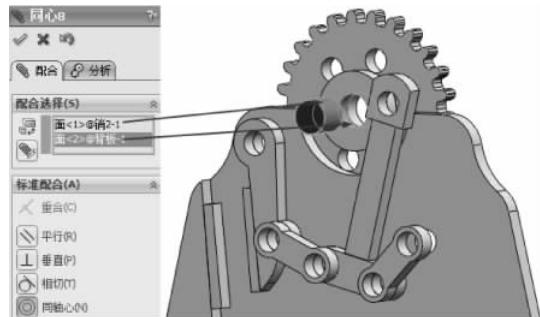

图 3-151 同轴心配合
(14) 选择【标准配合】选项组下的【同轴心】配合类型 ，在【要配合的实体】选择框  中选择如图 3-151 所示的面，其他保持默认，单击【确定】按钮 ，完成同轴心配合。